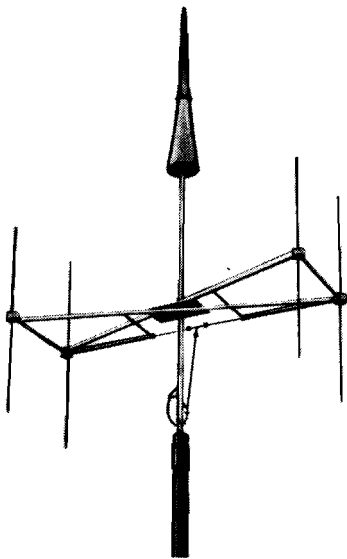

Bild 2. Pejl- och kommunikationsantenn
- Bild 2.** Pejl- och kommunikationsantennen
Kommunikationsantennen (FR 42555) är en rundstrålande antenn för frekvensområdet 100-156 Mp/s. Placeringen framgår av bild 2.
Pejlantennen består av fyra rektangulärt placerade dipoler, se bild 2. Pejlantennens verkningsätt förklaras nedan i anslutning till bilderna 3-7.